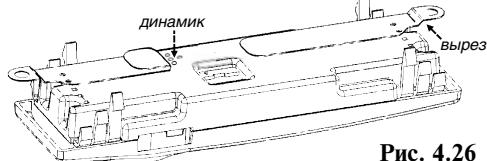

Рис. 4.26
**7.** Устанавливаются кронштейны, как показано на рисунке 4.26. Накладываем согнутый кронштейн длинной стороной на заднюю панель, часть с большим круглым отверстием приподнята. При этом фигурный вырез кронштейна должен быть обращен в противоположную от динамика сторону. Рис. 4.25 и рис. 4.26.
**8.** На задней панели Дисплея с боковых сторон находится по пять отверстий. Прикручиваем кронштейн саморезами через пару ближайших к сгибу крепежных отверстий, в отверстия "1" и "2" на задней панели компьютера, рис. 4.25. Таким же образом прикручиваем второй кронштейн с другой стороны. Рис. 4.26.